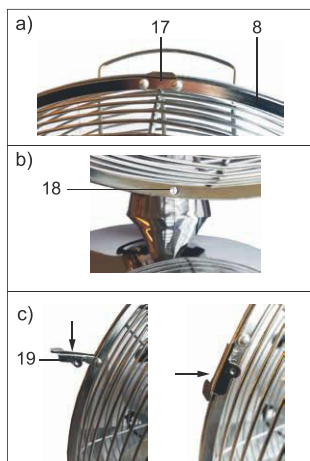

Fig. 34: Montaggio griglia di protezione anteriore
18. Inserire la griglia di protezione anteriore (8) con l'appiglio (17) sopra il bordo della griglia di protezione posteriore. Fig. 34 a).
19. Verificare che entrambe le cavità dei fori (18) siano sempre sovrapposte a filo sotto il telaio delle due griglie di protezione. Fig. 34 b).
20. Inserire i 4 morsetti di bloccaggio (19), che si trovano lateralmente alla griglia di protezione anteriore sopra il telaio delle due griglie di protezione. Fig. 34 c).
21. Inserire la vite a croce con testa bombata (8a) attraverso le cavità dei fori (18) della griglia di protezione anteriore e posteriore.